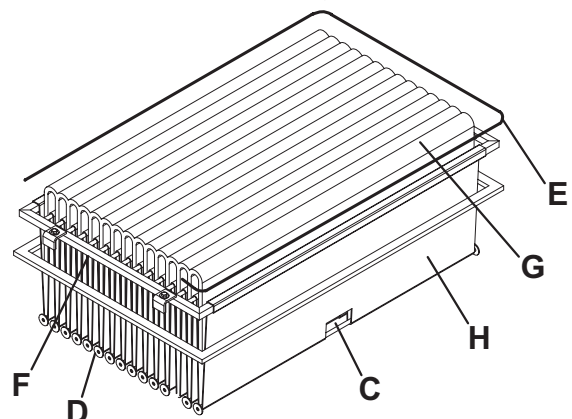

Abbildung 18
9. Den Filterrüttlermotor (A, Abb. 18) durch Lösen der zwei entsprechenden Befestigungsschrauben entfernen.
10. Die Halterungseinheit des Filterrüttlermotors (B, Abb. 18) vollständig öffnen und so die Spannstangen (C) der Filtertaschen ausrasten.
11. Alle Spannstangen der Filtertaschen (D, Abb. 18) entfernen.
12. Das obere Befestigungsseil (E, Abb. 18) des Taschenfilters aufbinden, um das Entfernen des oberen Rahmens (F) zu ermöglichen.
13. Den inneren Taschenabscheider (G, Abb. 18) entfernen.
14. Die Oberfläche aus Polyesterfaser (H, Abb. 18) auf der schmutzigen Seite (mit Hilfe eines äußeren Ansaugsystems) reinigen, wobei die Oberfläche ganz ausgebreitet wird oder jede einzelne Tasche gereinigt wird. Gleichzeitig beide Oberflächen des Taschenabscheiders (G, Abb. 18) absaugen und alle ggf. vorhandenen Ablagerungen beseitigen. Prüfen, ob die Filteroberfläche keine Risse aufweist. Wenn so, ist sie zu ersetzen. Es ist auch möglich, Druckluft (max. 6 bar) durch Einrichten des Luftstrahls von der sauberer Seite nach der schmutzigen zu verwenden.